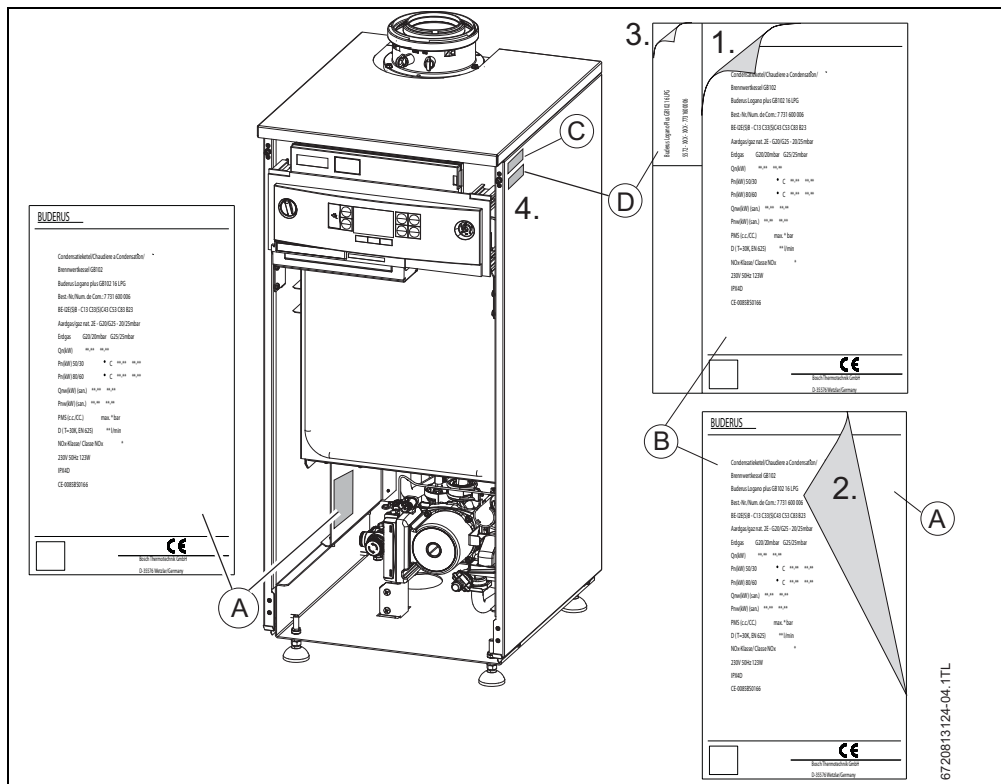

Рис. 5 Расположение наклеек
4. Наклейте новую наклейку [D] под оригинальную наклейку [C] вверху спереди на правой боковой стенке котла. См. рис. 5. Остатки от наклеек выбросите.